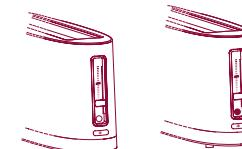

Fig. 8
- 4 Appuyer sur la touche DEFROST : le témoin intégré s'allumera (fig. 8).